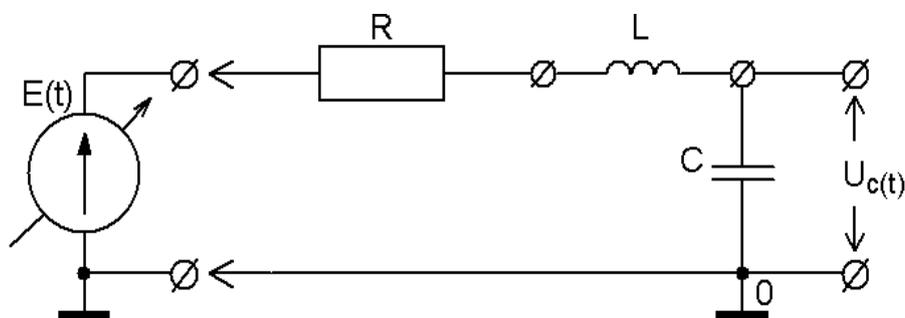

Рисунок 17 – Схема последовательного колебательного контура
1. Собрать схему последовательного колебательного контура (рисунок 17) из элементов стенда $C = 10 \text{ н}$, L -контакты 13 А, резистор $R = 2,7 \text{ к}$.